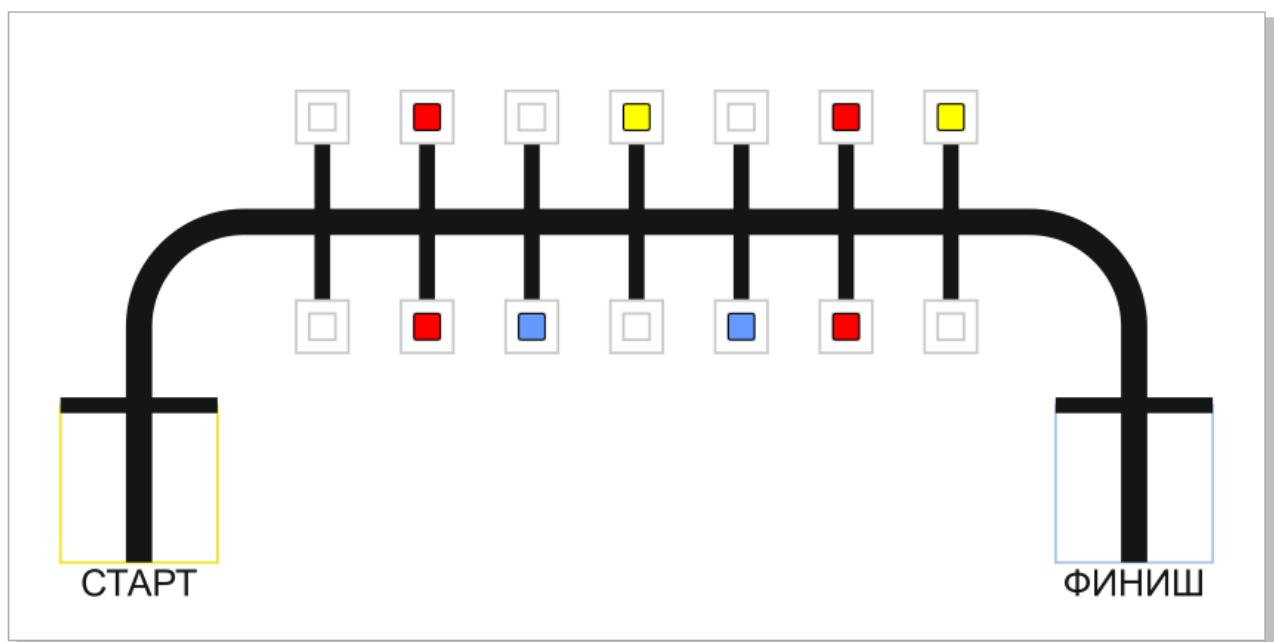
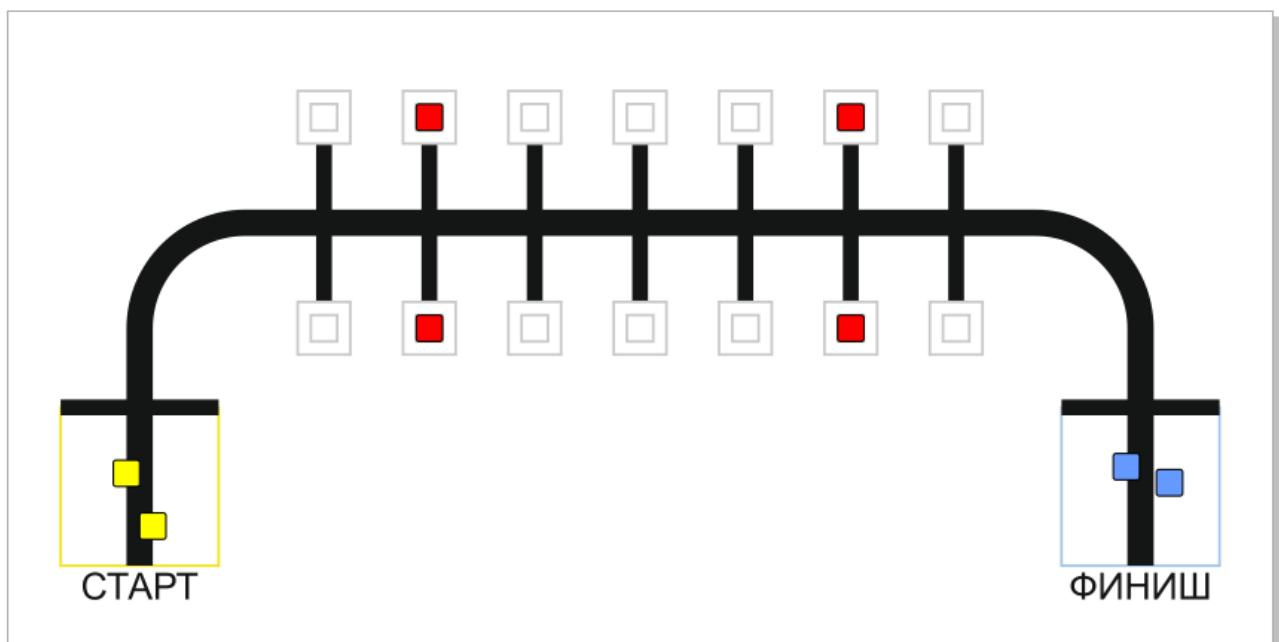

Рис. 1. Начальное расположение кубов
Рис. 2. Пример правильного выполнения задания
- Начинать движение в зоне старта (рис. 1).
- Двигаться по линии с перекрёстками и перемещать одиночные кубы с перекрестков справа (по направлению движения от старта) в зону финиша (синие на рис. 1), а слева – в зону старта (желтые на рис. 1). Итоговый результат см. на рис. 2.
- Нельзя перемещать куб, напротив которого на перекрестке стоит другой куб (красный на рис. 1).